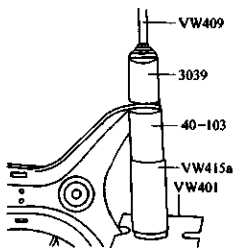

图 3-147 压出下摇臂
5) 用专用工具压出下摇臂两端的橡胶轴承, 如图 3-147 所示。